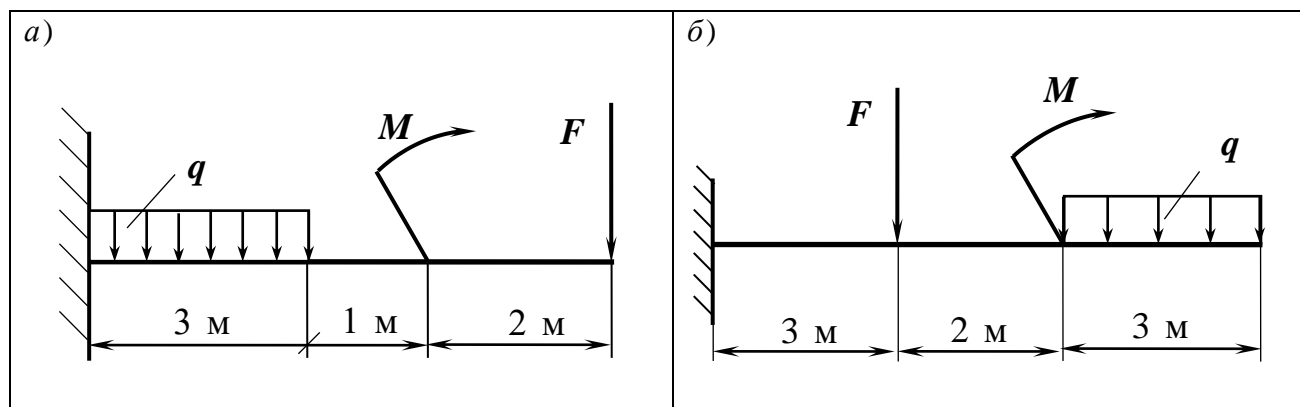

Рис.6.1.
3. Определяем Q_y на каждом участке и строим эпюру (рис.6.1., б):